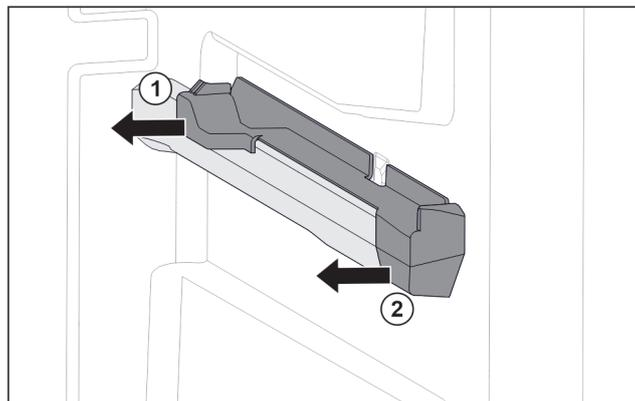

Fig. 84 Elemento inseribile sulla nervatura destra del contenitore
- Estrarre l'elemento inseribile dal lato posteriore di lato. Fig. 84 (1)
- Estrarre l'elemento inseribile dal lato anteriore di lato. Fig. 84 (2)